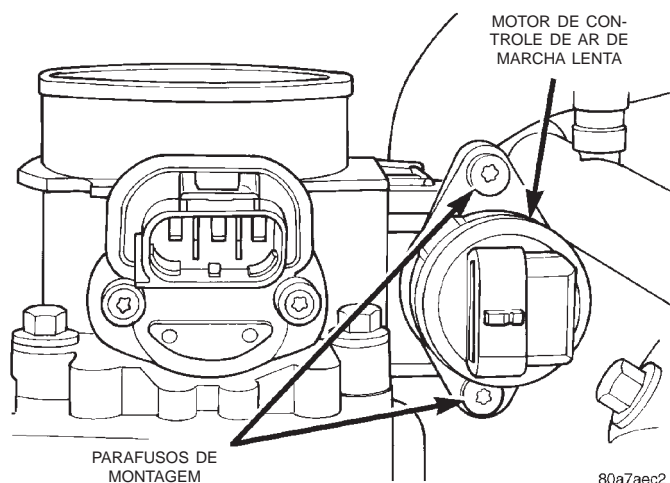

Fig. 45 Cavilhas de Montagem (Parafusos)—Motor de IAC
- (1) Retire o tubo do filtro de ar na carcaça do estrangulador.
- (2) Desligue os conectores elétricos do motor de IAC.
- (3) Retire as duas cavilhas (parafusos) de montagem (Fig. 45).
- (4) Retire o motor de IAC da carcaça do estrangulador.